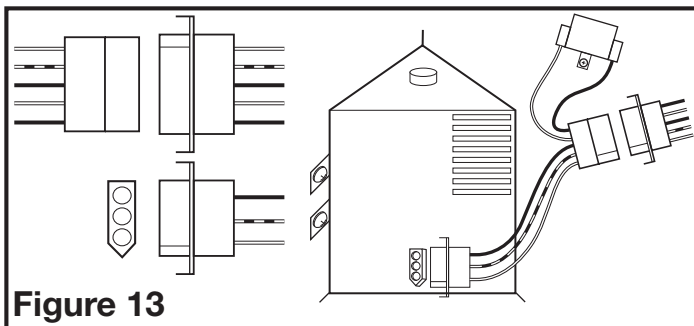

Figure 13
- 3c. **MODÈLES AKLS6H** : Connectez le faisceau électrique en branchant l'extrémité de 3 broches de connexion rapide dans la prise située sur le côté du couvercle du compartiment de fil. Assurez-vous que l'extrémité de 5 broches de connexion rapide est branchée dans la prise du ventilateur. Ces fils ne peuvent être insérés que dans un seul sens dans les prises (**Figure 13**).